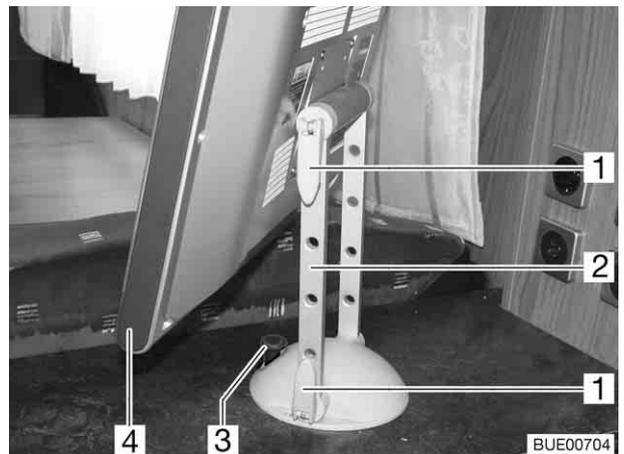

Bild 216 Halterung auf Ablage
Der Flachbildschirm ist rechts neben der Eingangstür an einer Säule (Bild 215) oder auf einer Ablage (Bild 216) an einer dreh- und schwenkbaren Halterung befestigt.
- Den Entriegelungsknopf (Bild 216,3) nach oben ziehen und den Flachbildschirm (Bild 216,4) mit Halterung (Bild 216,2) in die gewünschte Position drehen.
- Die Schwenkverriegelung lösen. Dazu nacheinander jeweils den Kipphebel (Bild 216,1) waagrecht stellen und den Flachbildschirm in die gewünschte Position schwenken.
- Den Flachbildschirm zurückdrehen, bis der Entriegelungsknopf (Bild 216,3) einrastet.
- Ggf. die Halterung (Bild 216,2) in die senkrechte Position (Bild 216) schwenken.